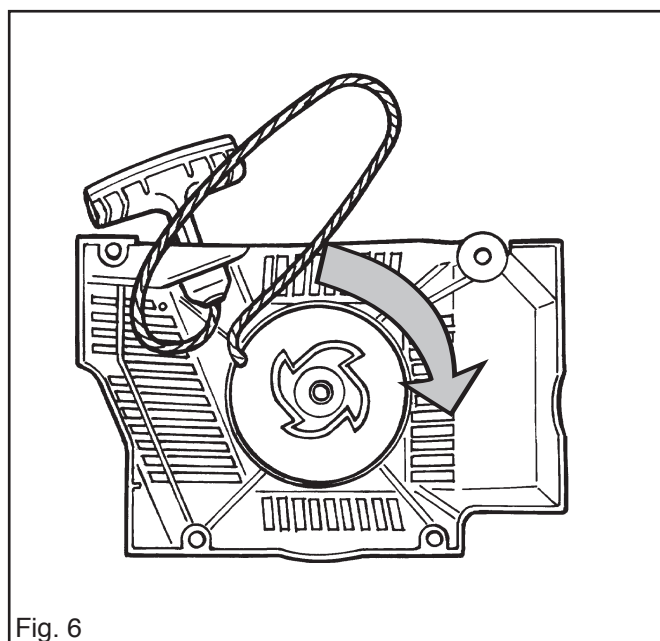

Fig. 6
7. Prendre la corde dans l'évidement de la poulie et faire tourner la poulie dans le sens anti-horaire jusqu'à ce que la corde soit convenablement tendue. Voir ci-dessous et fig. 6.